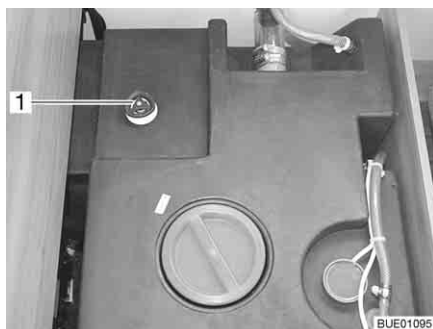

Fig. 232 Réservoir d'eau avec poignée tournante
- Faire tourner la poignée tournante (Fig. 232, 1) du réservoir d'eau à fond dans le sens contraire des aiguilles d'une montre au-delà de la résistance pour ouvrir entièrement l'ouverture d'écoulement.